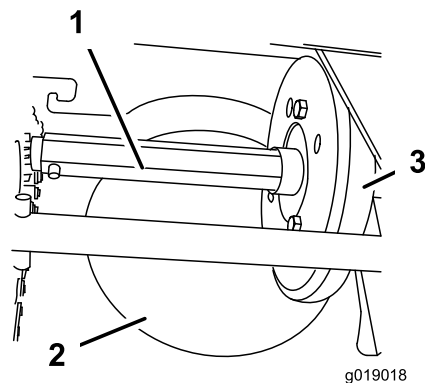

Figura33
Ungei anual arborele hexagonal cu ulei de motor auto (Figura33).
**Important:** Nu permiteți uleiului să ajungă pe roata din cauciuc sau roata de transmisie cu friciune din oel, deoarece unitatea de traciune va patina (Figura33).